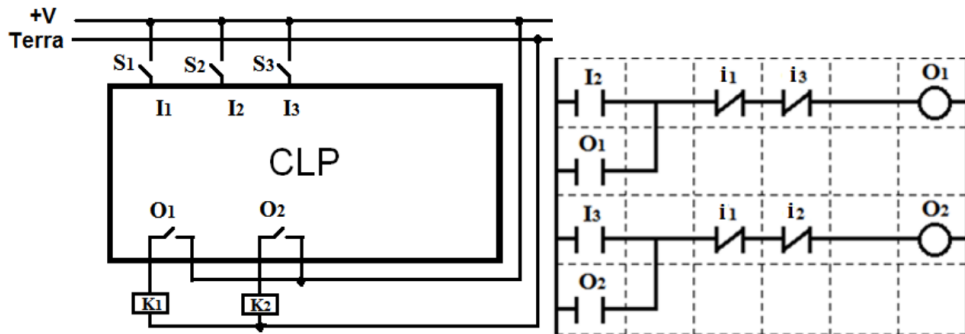

Figura 1
4. Observe o esquema elétrico de ligação do Controlador Lógico Programável (CLP) e o programa em LADDER, apresentados na Figura 1.